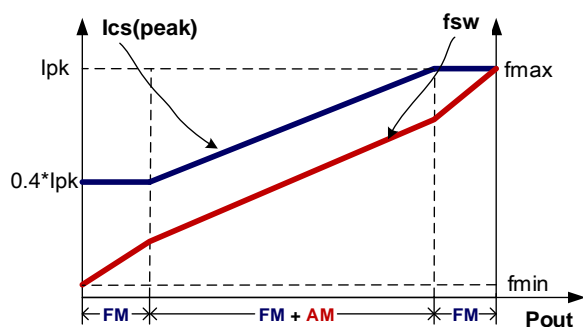

图 4
如图 4 所示，为了满足严苛的平均效率和待机功耗要求，U621X3 采用了调幅控制 (AM) 和调频控制 (FM) 结合的多模式控制技术。接近满载输出时，系统工作在调频工作模式中；在轻重载条件下，系统工作在调频工作和调幅工作模式中；当系统接近空载输出时，系统工作在调频模式中以降低待机功耗。利用此种控制技术，系统可以获得低于 50mW 的待机功耗。